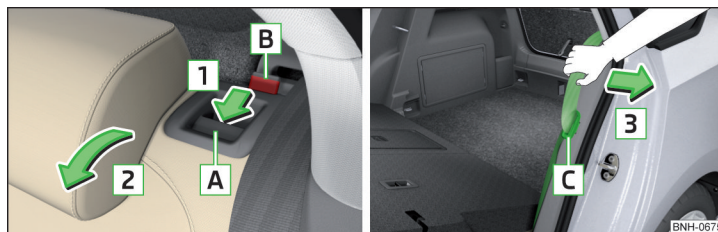

Fig. 74 Abatir el respaldo / Posición de reserva del cinturón de seguridad
- Introduzca la lengüeta de cierre del cinturón de seguridad [C] en el orificio situado en el revestimiento lateral del vehículo. Posición de reserva » fig. 74.
- Tirar el cinturón de seguridad externo hacia el revestimiento lateral en el sentido de la flecha [3] » fig. 74.